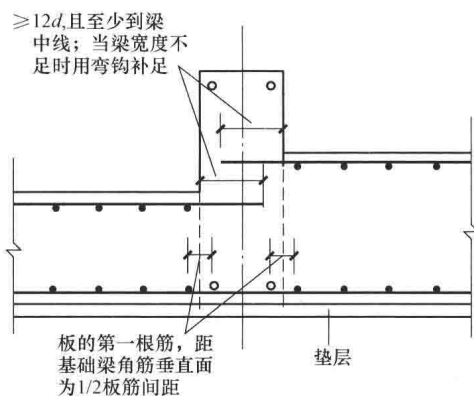

图 1-21 构造图
(2) 梁板式筏形基础下平上不平。构造图如图 1-21 所示。